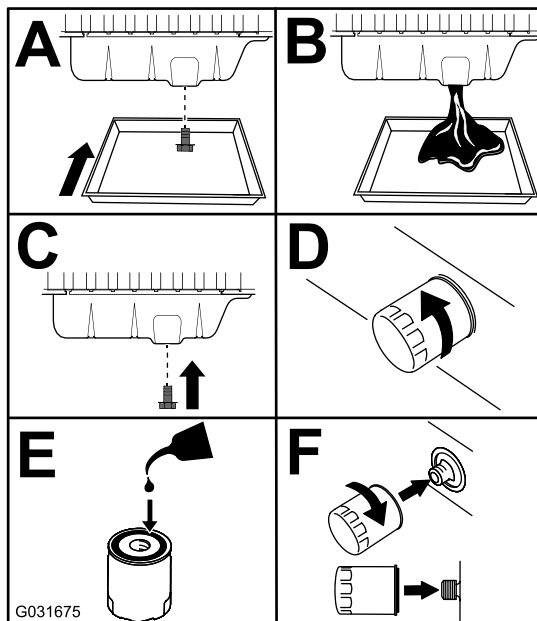

Figura 51
3. Sostituite l'olio motore e il filtro (Figura 51).